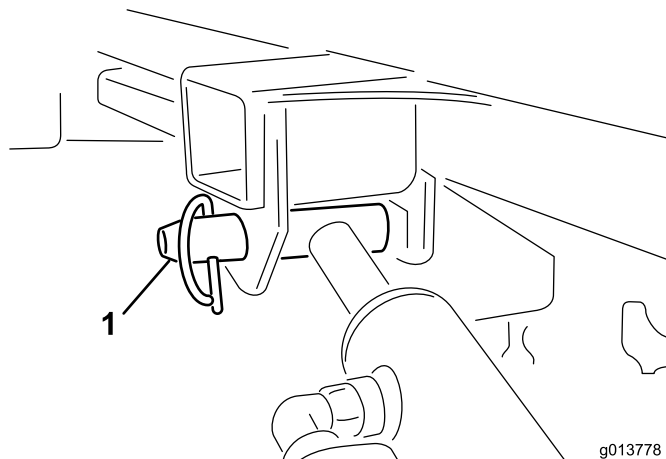

Рисунок 44
11. Удерживайте цилиндр одной рукой. Другой рукой извлеките стопорный штифт, фиксирующий цилиндр (Рисунок 44).